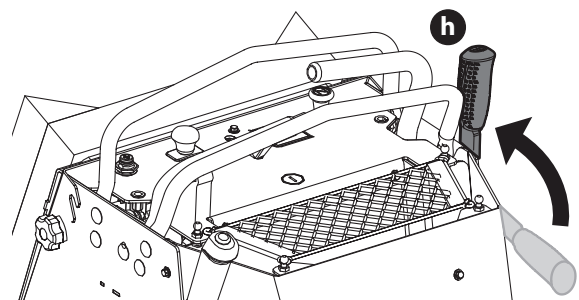

Fig. 3
6. Para aplicar el freno de mano, tire hacia atrás completamente de la palanca del freno de mano (h) (Fig. 3).